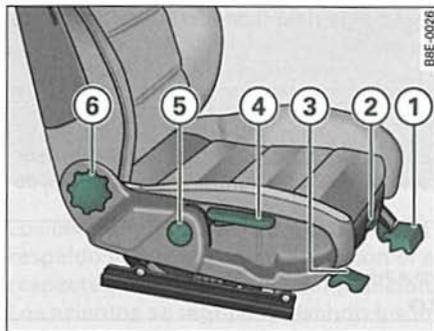

Fig. 88 Mandos en el asiento del acompañante
- Levante la palanca ① ⇒ *página 93*, fig. 88 y desplace el asiento hasta la posición deseada.
- Suelte la palanca ① y siga desplazando el asiento hasta que encaje el bloqueo.
- Desplace hacia arriba la tecla ② ⇒ *página 93*, fig. 88.
- Tire de la palanca ③ ⇒ *página 93*, fig. 88 hacia arriba y ajuste la posición del asiento cambiando de lugar el peso del cuerpo.
- Tire de la palanca ④ ⇒ *página 93*, fig. 88 hacia arriba varias veces hasta alcanzar la posición deseada.
- Con la mano, gire la rueda ⑥ ⇒ página 93, fig. 88 para ajustar la inclinación del respaldo.